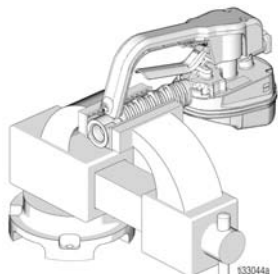

Рис. 1
1. Закрепите распределительное устройство с расходомером в тисках (Рис. 1).